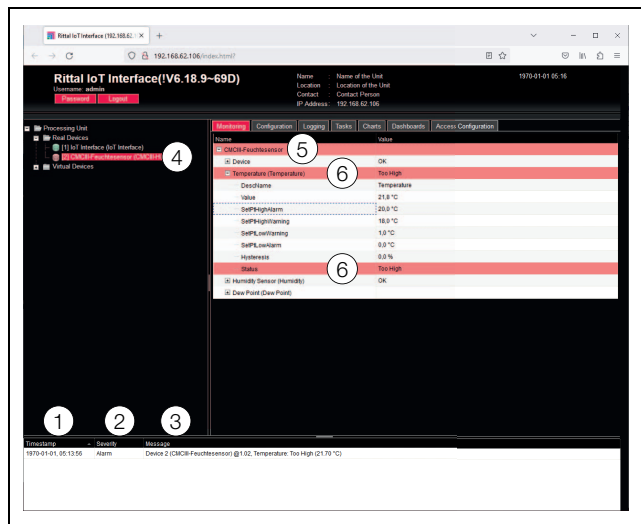

Abb. 21: Aufbau der Meldungsanzeige
1. Timestamp: Datum und Uhrzeit, wann der Fehler aufgetreten ist (Abb. 21, Pos. 1).
2. Severity: Schwere des aufgetretenen Fehlers. Es wird unterschieden zwischen Warnungen („Warning“) und Alarmen („Alarm“) (Abb. 21, Pos. 2).
3. Message: Fehlermeldung im Klartext (Abb. 21, Pos. 3).
- Linker Bereich (Navigationsbereich): Das Symbol vor der Komponente, an der der Fehler aufgetreten ist, wird im Navigationsbereich bei einer Alarmmeldung rot, bei einer Warnmeldung gelb eingefärbt (Abb. 21, Pos. 4).
- Rechter Bereich (Konfigurationsbereich): Auf der Registerkarte **Monitoring** wird die gesamte Komponente sowie der spezielle Parameter, für den die Warnung bzw. der Alarm anliegt, rot bzw. gelb eingefärbt (Abb. 21, Pos. 5 und 6).